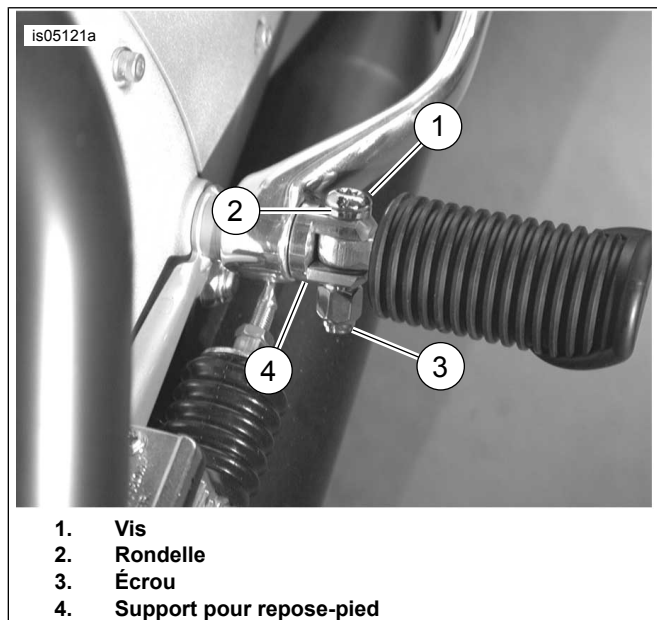

Figure 2. Installation de vis de repose-pieds
2. Figure 2 Installez le repose-pieds avec **une nouvelle**